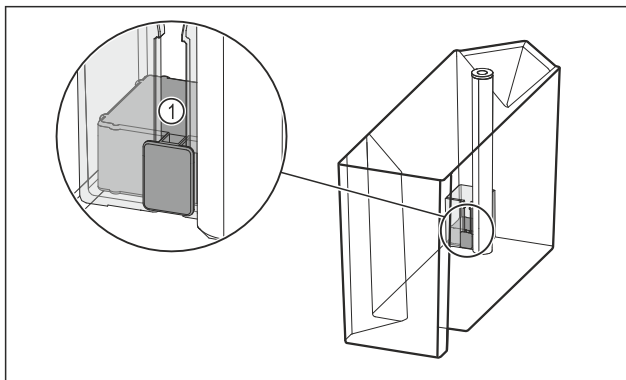

Fig. 98
- ▶ Vérifier que le flotteur Fig. 98 (1) n'est pas bloqué. Si le flotteur est bloqué :